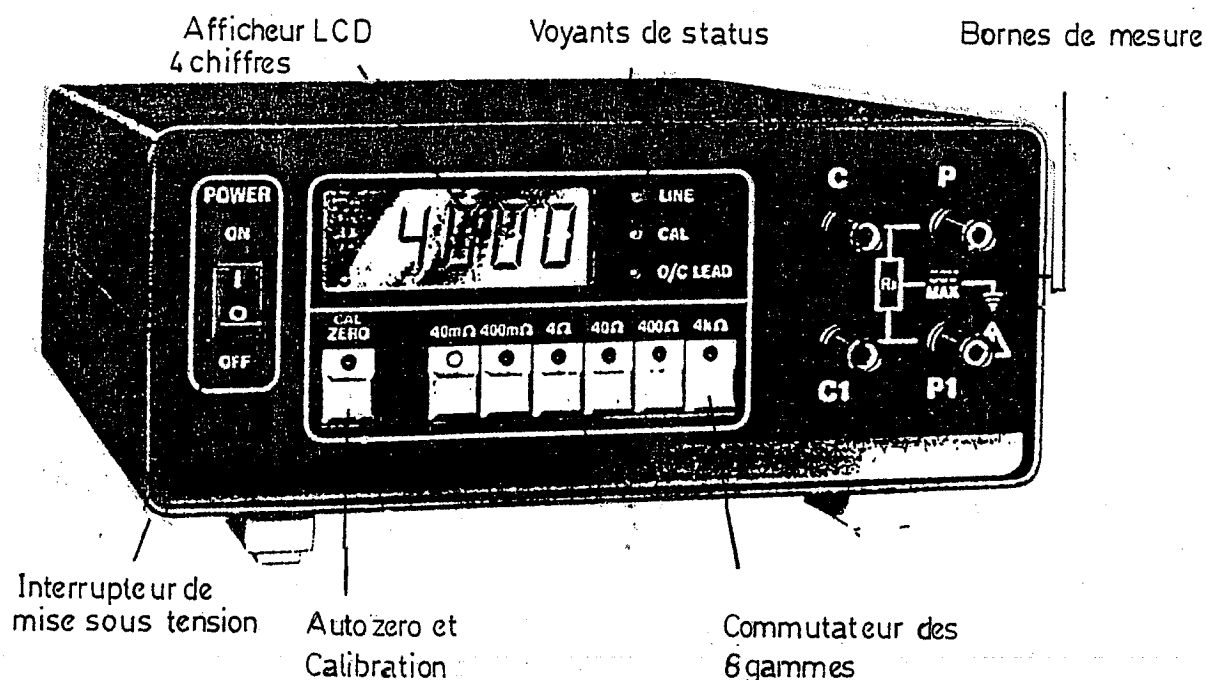

Figure 8.1 Description des fonctions
- b) pincer la résistance sous test fig. 8-1. La propreté est importante et si l'échantillon n'est pas propre, frotter avec un papier abrasif pour éliminer les oxydes.